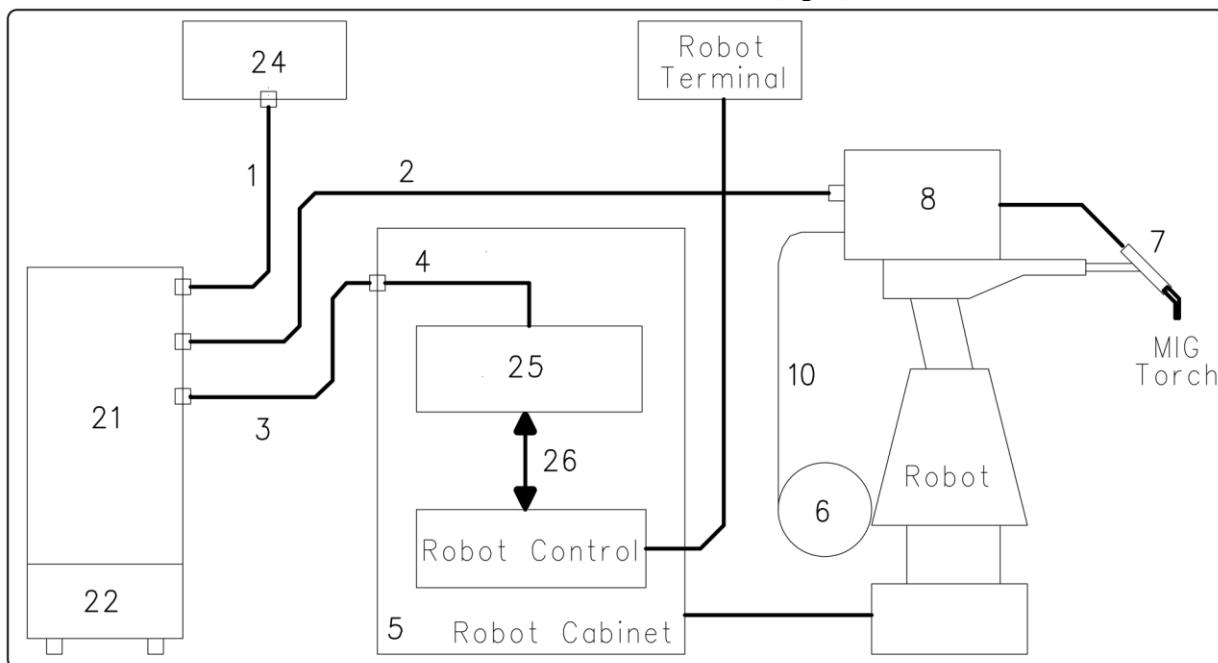

fig. 3
Collegare il Pannello di Controllo (24) al Generatore (21) mediante il cavo di collegamento (1) (fig. 3). Collocare l'Interfaccia Robot (25) all'interno dell'Armadio (5) del Controllo Robot, seguendo le indicazioni riportate nel Manuale Istruzioni dell'Interfaccia Robot.
Il Sistema di Saldatura SOUND MIG ROBOT PULSE Cebora è un sistema multiprocesso idoneo alla saldatura MIG/MAG pulsato sinergico, MIG/MAG non pulsato sinergico, MIG/MAG convenzionale, realizzato per essere abbinato ad un braccio Robot Saldante, su impianti di saldatura automatizzati. È composto da un Generatore, equipaggiato eventualmente di Gruppo di Raffreddamento, da un Carrello Trainafilo, da un Pannello di Controllo e da una Interfaccia Robot (fig. 3).